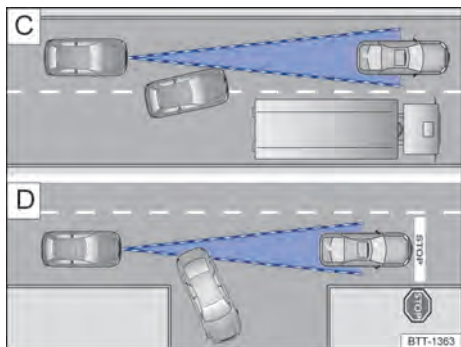

Fig. 141 [C] Troca de faixa de rodagem. [D] Veículo virando ou parado.
Por exemplo, se um veículo detectado pelo ACC virar ou mudar de faixa, e se houver um veículo parado à frente deste veículo, o ACC não reagirá ao veículo parado → Fig. 141 [D].
- Veículos que mudam diretamente para a faixa própria na frente do veículo próprio → Fig. 141 [C].